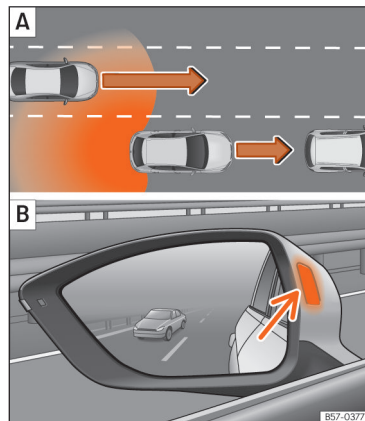

Рис. 153 Схематичний вигляд: **А** Вас випереджає інше авто. **Б** Індикатор асистента зміни смуги на лівому боці.
В таких ситуаціях система видаватиме попередження, вмикаючи контрольний індикатор >>> **рис. 153 B** (стрілка) або >>> **рис. 154 B** (стрілка):
- Коли вас випереджає інше авто >>> **рис. 153**